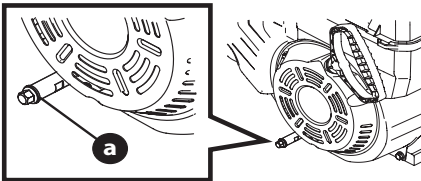

Figura 9
NOTA: Dependiendo del modelo del motor, el tapón de drenaje de aceite podría estar en la parte frontal y/o posterior del bloque, o como tubo extendido (se ilustra en la Figura 9). Ejemplos en la Figura 4 de la página 25.
- Limpié el área alrededor del tapón de drenaje de aceite (Figura 9).
- Retire el tapón de drenaje de aceite (Figura 9).